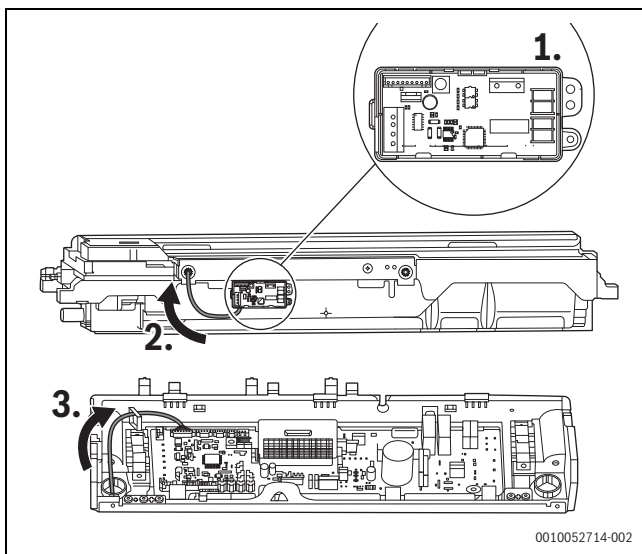

Bild 3
3. Kommunikations-Set mit 10 ST3.9-Schrauben anschrauben. Verbindungskabel durch den Niederspannungseingang führen und an den entsprechenden Anschluss CN18 auf der Hauptleiterplatte anschließen (Abb. 3).